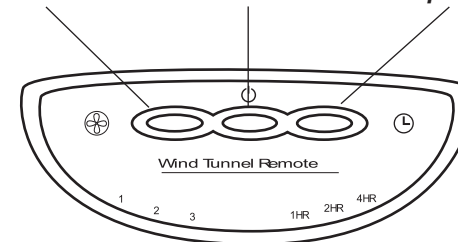
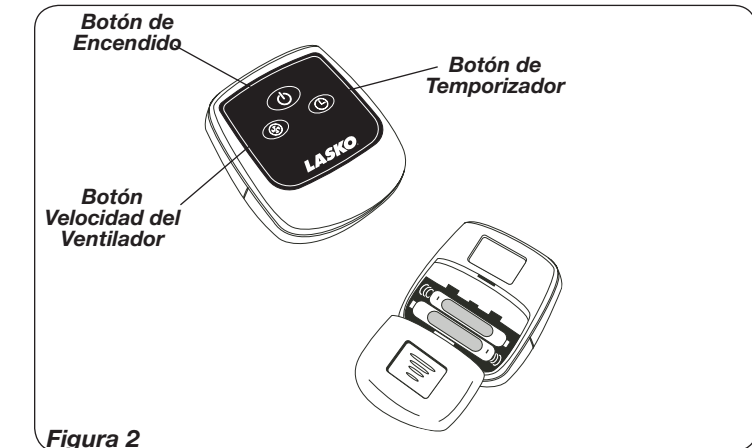

Figura 1
Figura 2
Este Ventilador podrá hacerse funcionar mediante los controles manuales ubicados en la parte superior de la unidad (como se indica en la Figura 1) o con el Control Remoto (como se indica en la Figura 2).
7. **VELOCIDAD DEL VENTILADOR:** Ahora puede ajustar la velocidad del ventilador al nivel deseado - 3 (alta), 2 (mediana) ó 1 (baja) - pulsando el **Botón Velocidad del Ventilador** (⊕) en el Ventilador. (Figura 1)
CONTROL REMOTO (Figura 2)
1. Instale la baterías (no suministró) como mostrado en la Figura 2. La batería es el tipo "AAA".